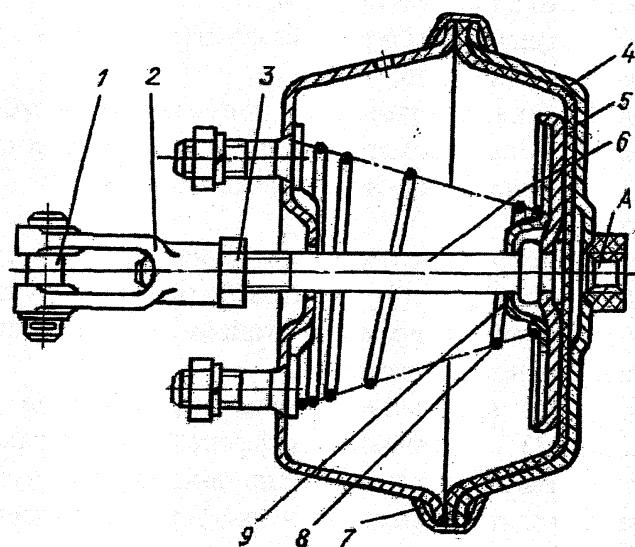

Рис.38. Камера тормозная передняя:
34. Соединить вилки штоков тормозных цилиндров с регулировочными рычагами при помощи пальцев, после чего пальцы вилок зашплинтовать. Вилка 2 (рис. 38) должна быть навернута на шток 6 таким обра-
Устройство тормозной камеры колес передней оси показано на рис.38.
Снятие и разборка. Для снятия камеры отсоединить шланг подвода воздуха, расшплинтовать и вынуть палец 1 (см. рис.38), отвернуть гайки крепления тормозной камеры к кронштейну и снять камеру.
При заполнении воздухом тормозной камеры через вывод А (см. рис.38) шток 6 должен выдвигаться, а при выпуске воздуха - четко возвращаться в исходное положение.